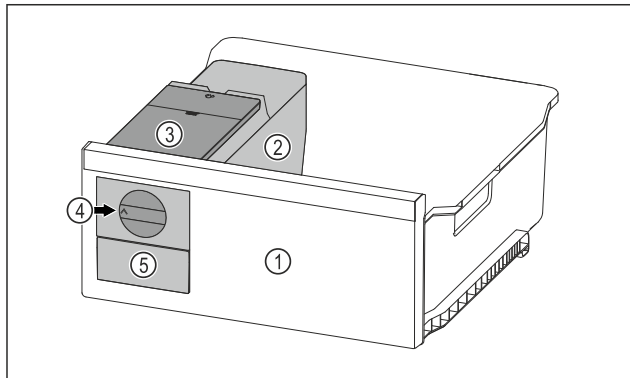

Fig. 80 Ilustrační zobrazení
- ▶ Otočte otočný knoflík Fig. 80 (4) ve směru hodinových ručiček až na doraz.
- ▶ Kostky ledu padají z misky na kostky ledu do zásuvky na kostky ledu Fig. 80 (5). Pokud se ze misky na kostky ledu neuvolní všechny kostky ledu: